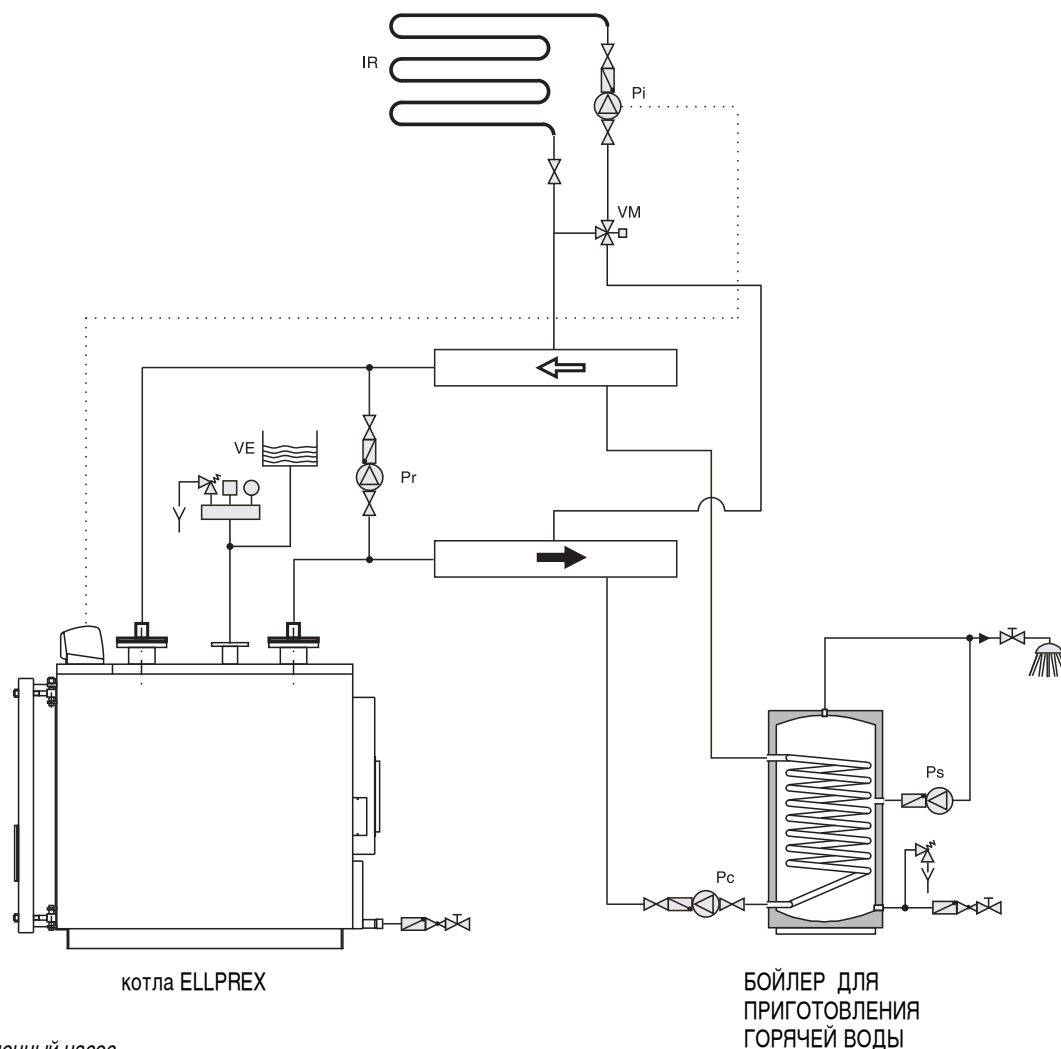

рис. 30
На рис. 30 и 31 приведены типовые схемы подключения котла к системе отопления с приготовлением горячей воды. Напоминаем, что котлы ELLPREX имеют принудительную циркуляцию.
- включением-отключением котлового насоса Pi или, когда он отсутствует, всех насосов установки (например, насосов Pi и Pc на рис.30) по команде термостата $Tmin$ с уставкой срабатывания $55^{\circ}C$;